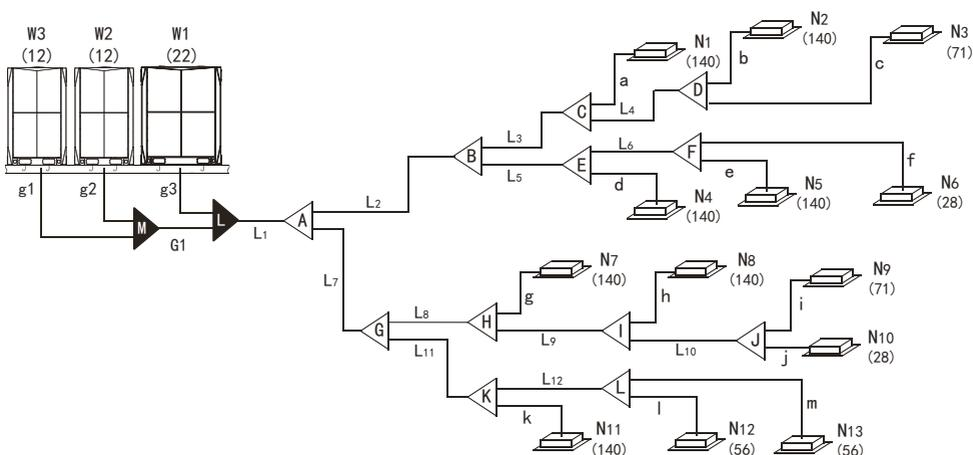

Рис. 5-4
- 2) Для примера берем рис. 5-4. Предположим, что эквивалентная длина всех труб системы превышает 90 м.